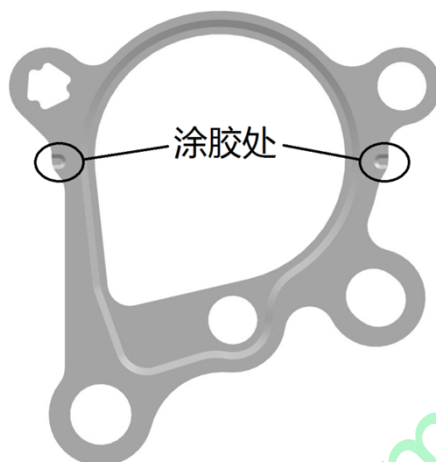

图 4.2
- 注意：安装高压油泵螺栓时，先拧紧图 4.2 中所示的 3 个螺栓至规定力矩，剩余 1 个螺栓待安装好燃油出油管组件后再安装并拧紧。*